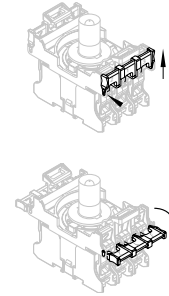

Fig. 11
2. Support de contact démonté et ouverture des attaches (Fig. 11): relevez les deux attaches pour les détacher du dispositif de maintien et rabattez-les ensuite de 90°. Ensuite, vous pouvez démonter les éléments de contact ou lumineux.